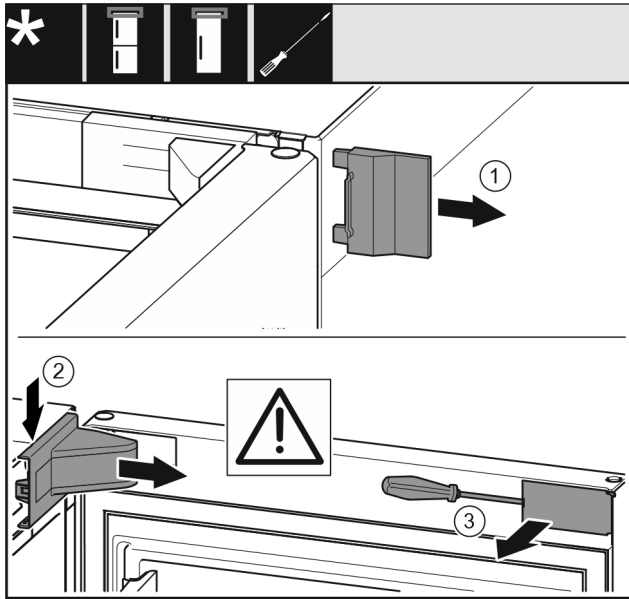

Fig. 14
- ▶ Αφαιρέστε το εξωτερικό κάλυμμα. Fig. 14 (1)
- ▶ Ξεκουμπώστε και λύστε το κάλυμμα του στηρίγματος. Αφαιρέστε το κάλυμμα του στηρίγματος. Fig. 14 (2)
- ▶ Ξεκουμπώστε το διακοσμητικό κάλυμμα με ίσιο κατσαβίδι και παραμερίστε το προς το πλάι. Fig. 14 (3)